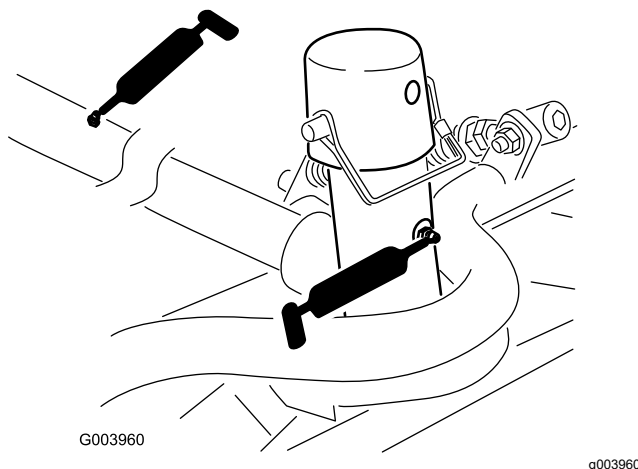

Figura 70
- Bastidor de tiro y pivote de la unidad de corte (2 en cada) (Figura 70).